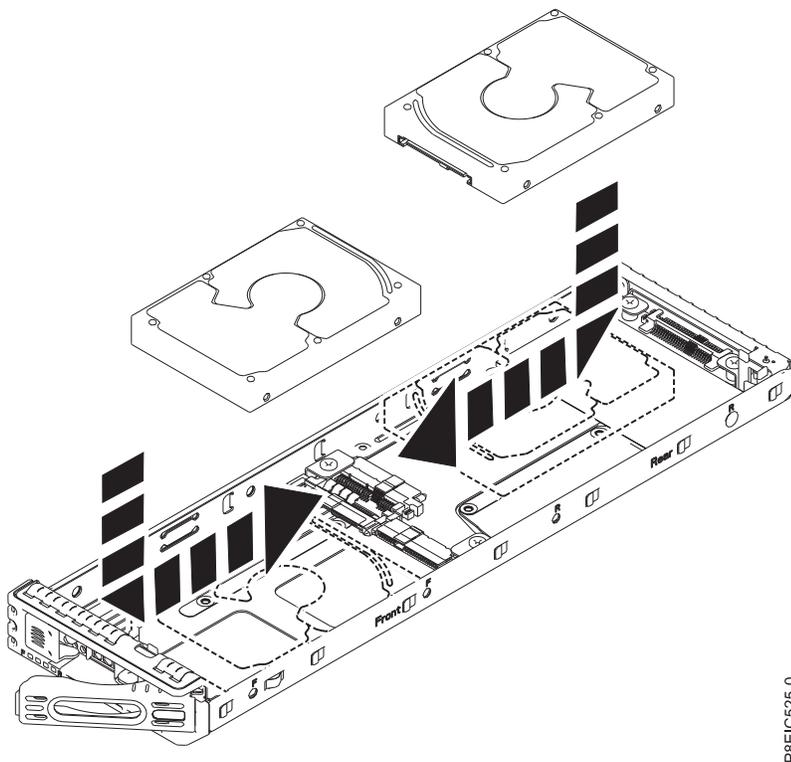

Figura 14. Instalando a unidade de 2,5 polegadas na bandeja
- a. Coloque a unidade na bandeja, em seguida, deslize a unidade para dentro do soquete, conforme mostrado em Figura 14.